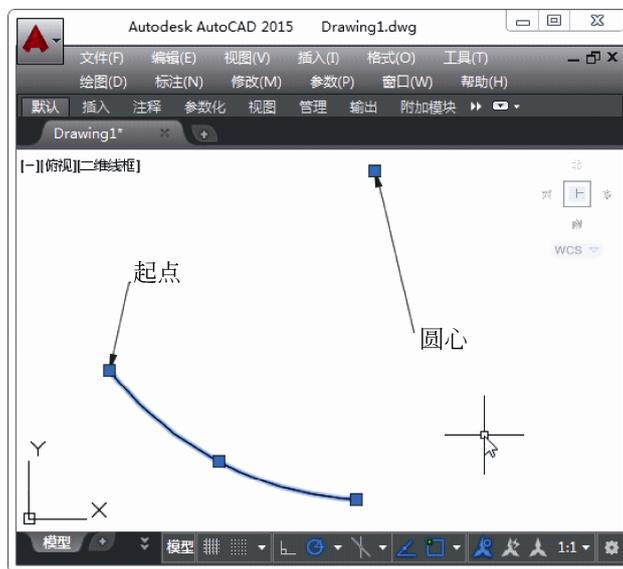

图 3-49 按起点、圆心和长度绘制圆弧
- 【起点、圆心】命令：指定圆弧的起点和圆心。使用该方法绘制圆弧还需要指定它的端点、角度或长度。如图 3-49 所示，依次指定起点、圆心和长度（此处为 260），绘制圆弧。